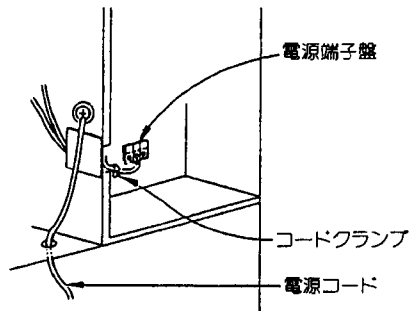

図 1
(4)MD-25TF1-F(L), 40TF1-F(L), 60TF1-F(L)形は図1のように前パネルとドレンタンクをはずして電源端子盤に電源線を接続してください。
①電源の相(R・S・T)を逆相に接続すると、逆相防止器が作動して、圧縮機は運転しません。